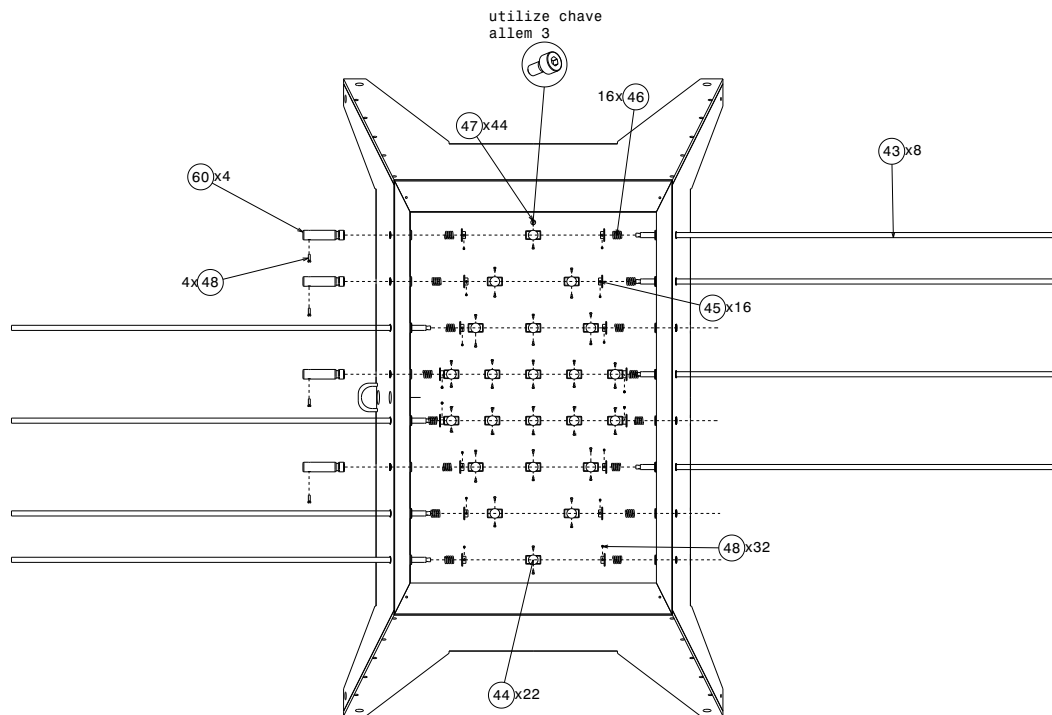

Figura 10 – Passo 10
Vamos agora trabalhar no campo dos jogadores e no motor de rotação das hastes. Já colocadas as buchas de eixo, encaixa-se o eixo dos jogadores **até a metade do caminho**, coloca-se uma mola (46) e uma bucha de eixo móvel (45), sendo a bucha de eixo móvel parafusada com um parafuso Fenda M6X20 (48) em cada uma. Antes de passar a haste, agora serão colocados a quantidade de jogadores respectivos de cada haste, sendo 1 goleiro, 2 zagueiros, 5 meios de campo e 3 atacantes, e cada jogador parafusado com 2 parafusos Allen M4X8 (47). Depois de colocados os jogadores, parafusa-se uma bucha de eixo e depois encaixa-se uma mola, nesta ordem, podendo agora passar a haste pelo restante da mesa, figura 10.
Do lado de fora do campo, no lado do jogador humano (lado contrário ao lado dos motores parafusados), coloca-se as manoplas (60) com 1 parafuso fenda M6X20 (48) para cada manopla, figura 10.